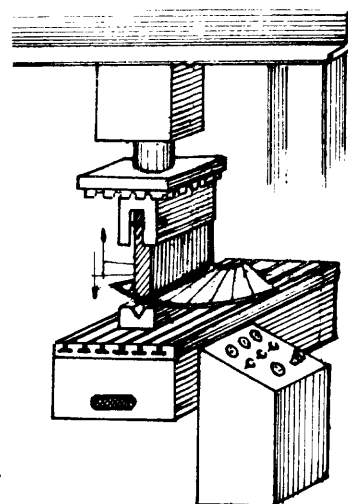

Fig. 3
- b Accione el mecanismo de descenso de la estampa y regule su descenso, hasta obtener en la chapa una pequeña curvatura (fig. 3).